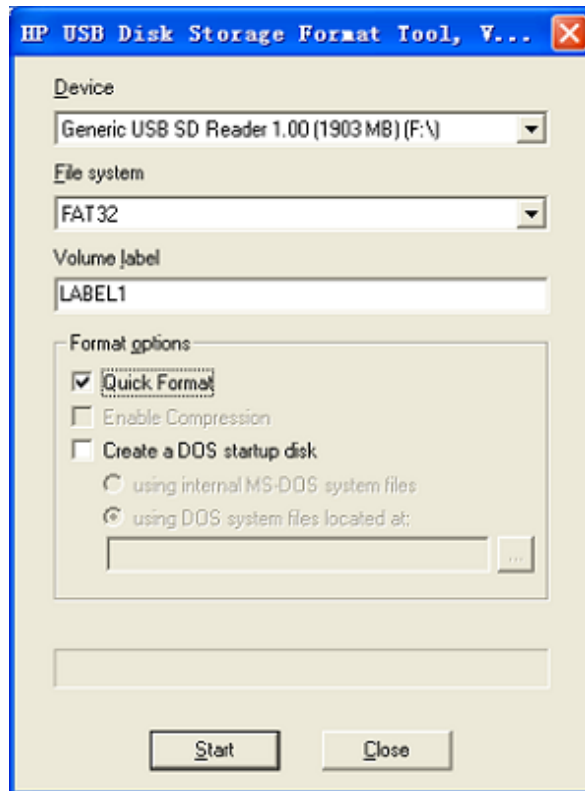

图 4-1
- ① 把 MMC/SD 卡插入 PC 下读卡器中
- ② 打开 HP USB Disk Storage Format Tool，出现类似提示如图 4-1: